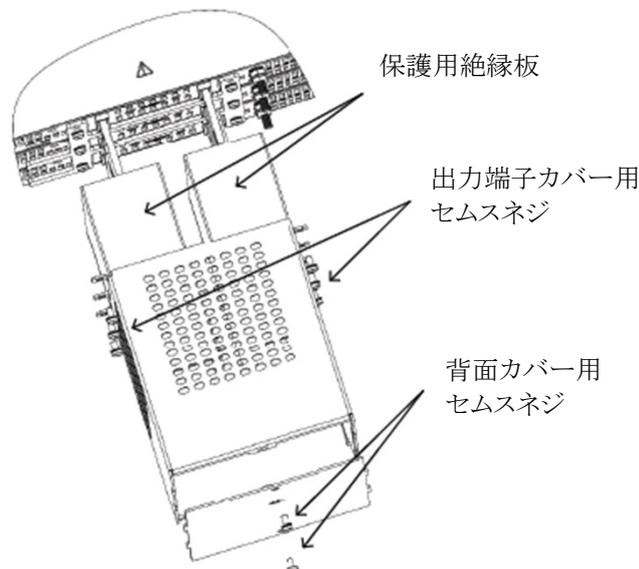

図4-38 出力端子カバーの分解方法
- 図4-38に示すように出力端子カバーの出力端子カバー用セムスネジと背面カバー用セムスネジを取り外します。その後、保護用絶縁板を取り外します。
(図4-38はGSP15kWの場合ですが、GSP10kWも同様です。
また図4-38の背面カバーは接続 6の形状となっており接続 7とは異なりますが、接続 7においても同様にセムスネジを取り外してください。)